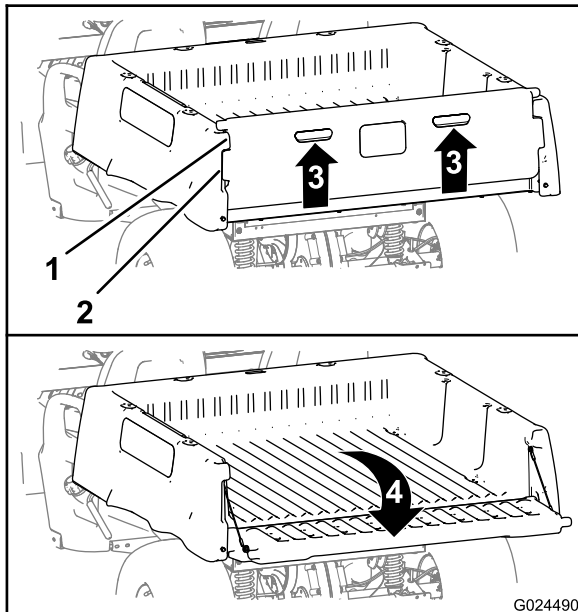

Figura 16
2. Sollevate gli elementi di spinta nel pannello posteriore della sponda (Figura 16).
4. Ruotate indietro e in basso (Figura 16).
6. Ruotate verso l'alto e in avanti la sponda posteriore, fino a quando le flange di bloccaggio della sponda non sono a livello della tasca della sponda nel pianale (Figura 16).
7. Abbassate la sponda fino a quando non è in sede nella parte posteriore del pianale (Figura 16).